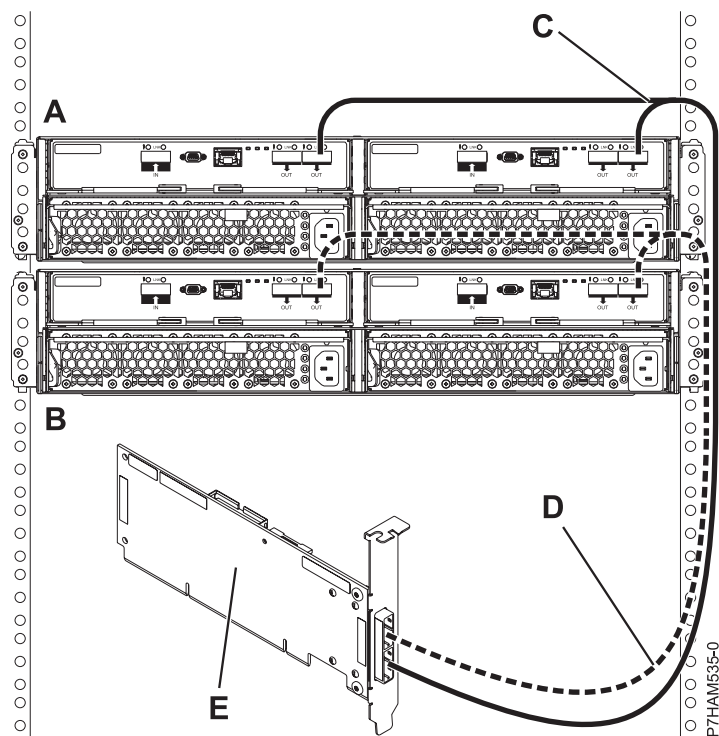

Figure 13. Connexion de mode 1 de deux boîtiers d'unité de disque 5887 via des câbles YO à un adaptateur SAS unique
13. Effectuez la connexion de mode 1 de deux boîtiers d'unité de disque 5887 (A et B) via des câbles YO (C et D) à un adaptateur SAS unique (E). Voir figure 13, à la page 15.
**Remarque :** L'adaptateur SAS unique (E) peut accéder à l'ensemble des 48 baies d'unité.